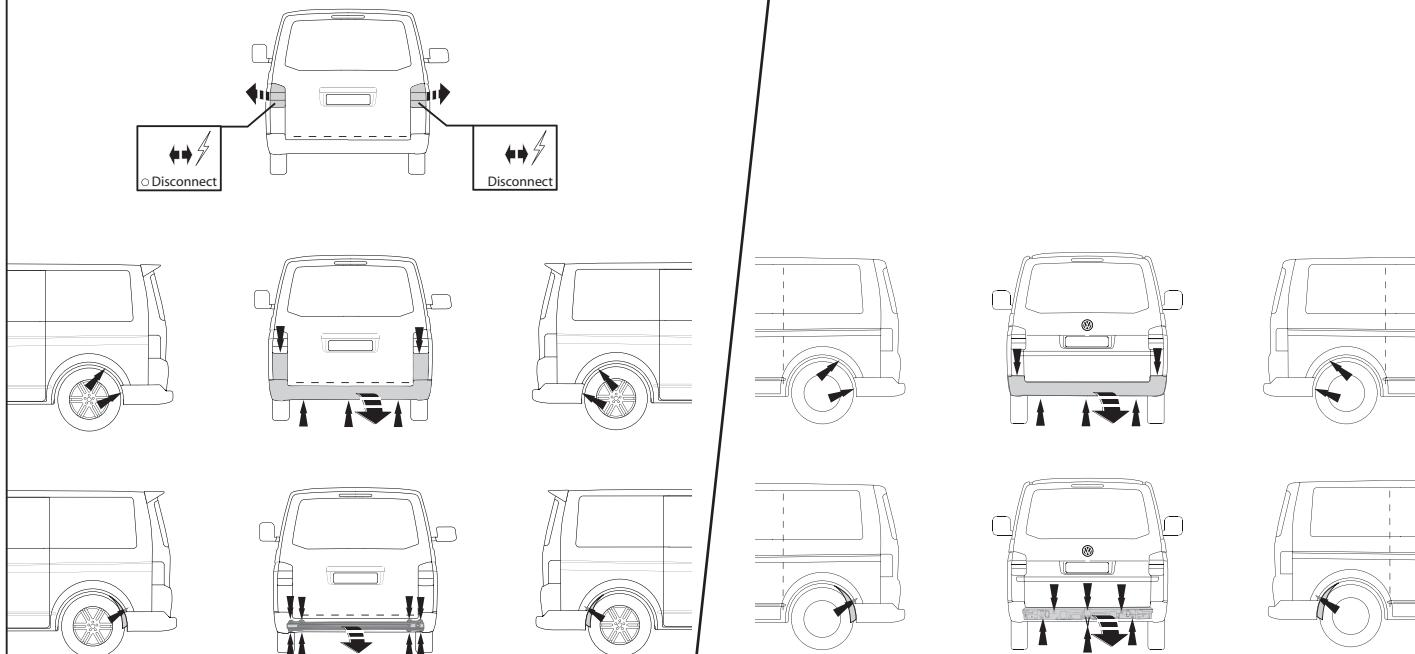

Fig.3
1. Снять оба блока задних фар. (на рис. 3, 3a)
2. Снять бампер вместе со стальным буферным бруском автомобиля; буферный брус больше не понадобится. Поставить болты на место. (на рис. 3, 3a)
1. Снять бампер. (на рис. 3)
2. Снять арматуру бампера. (на рис. 3)